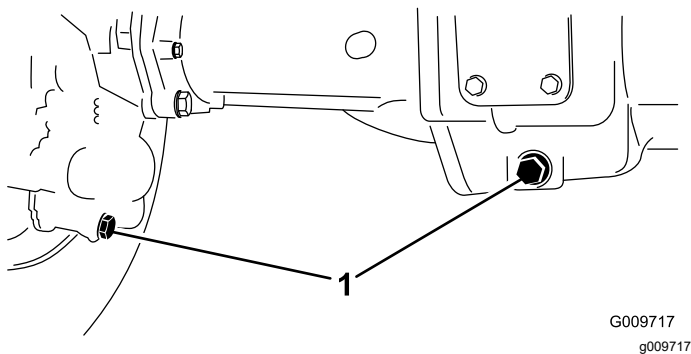

Figura 80
2. Limpie la zona alrededor de los tres tapones de vaciado, uno en cada extremo y uno en el centro (**Figura 80**).